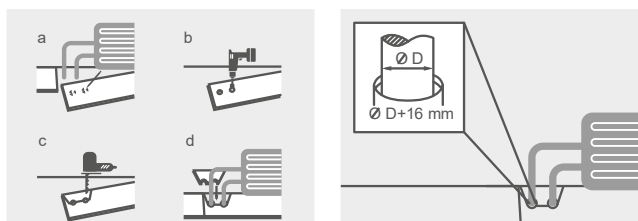

Рисунок 20
11.14 Укладка около труб. Отметить на планке карандашом место расположения центра трубы. Просверлить отверстие диаметром, превышающим диаметр трубы на 16 мм, для создания расширительного зазора вокруг трубы. Сделать пропилы под углом минимум 45° от края планки до просверленного отверстия. Вклеить отпиленный кусок, установив распорку между стеной и планкой и закрыть зазор вокруг трубы декоративным элементом («кольцом») (см. Рисунок 20).